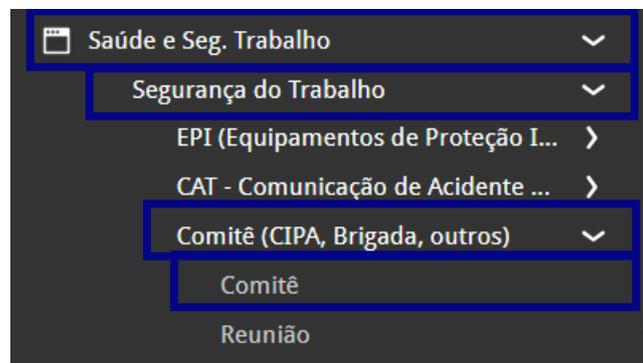

Figura 92: Caminho
1. No menu lateral, acesse o caminho (Figura 92): **Saúde e Segurança do Trabalho > Segurança do Trabalho > Comitê**.